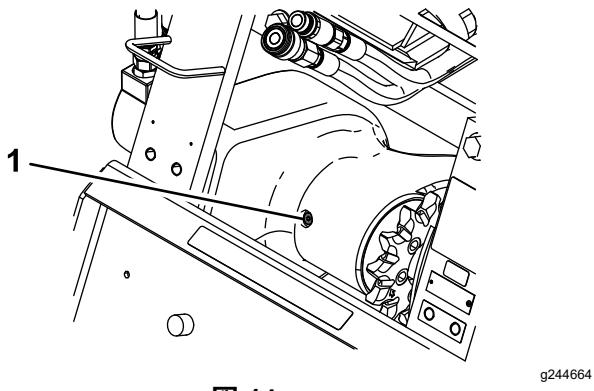

図 14
4. ベアリングケースの補給穴プラグの周辺をウェスできれいにぬぐう図 14。
5. 補給穴からプラグを外す図 14。
3. ベアリングケースの補給穴プラグの周辺をウェスできれいにぬぐう図 14。
4. 補給穴からプラグを外す図 14。